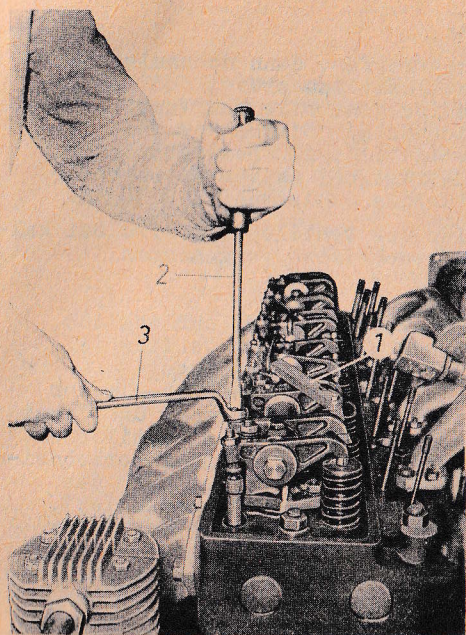

Abb. 32
Nach jedem Nachziehen des Zylinderkopfes, dann nach ca. 100 Betriebsstunden ist das Ventilspiel zu prüfen und bei Bedarf einzustellen. Eine regelmäßige Kontrolle des Ventilspiels sowie des gleichmäßigen Sitzes der Ventilteller und Ventilkegelstücke ist alle 200 Betriebsstunden erforderlich. Das Ventilspiel beträgt bei kaltem Öl für das Einlassventil 0,20 mm, für das Auslassventil 0,25 mm. Die Kontrolle bzw. das Einstellen des Ventilspiels wird im nächsten Kapitel beschrieben (siehe Abb. 32).
4. Mit dem Schraubenzieher wird die Stellschraube an der Pleuellager festgehalten, die Gegenmutter gelöst und die Pleuellager eingestellt, bis sich die Fühllehre saugend zwischen Ventilteller und Pleuellager durchschieben läßt (Abb. 32).